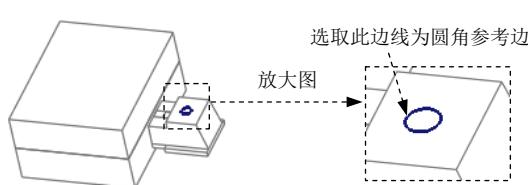

图 27.54 圆角参考
Step7. 创建导柱孔的圆角特征。单击 **模具** 功能选项卡 **设计特征** 区域中的 **倒圆角** ▾ 按钮，此时系统弹出“倒圆角”操控板；选取图 27.54 所示的边线为圆角参考边；在文本框中输入半径值 2.0，并按回车键；在“倒圆角”操控板中单击“拉伸”按钮，完成特征的创建。